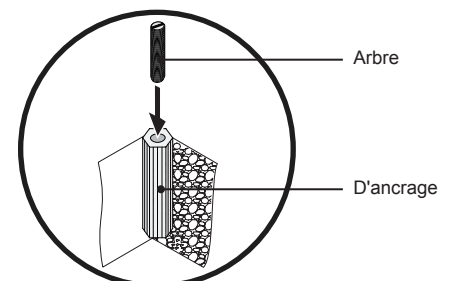

Figure 10. Le perçage des trous de montage
- A chaque emplacement marqué, percer un trou  $\frac{3}{8}$ " de 1 1/2 po de profondeur (Figure 10). Répétez cette étape pour les autres sites.
- Passez la tige dans l'ancre. Si nécessaire, un tournevis peut être utilisé. Laissez  $\frac{3}{8}$ " de l'arbre visible (Figure 10).